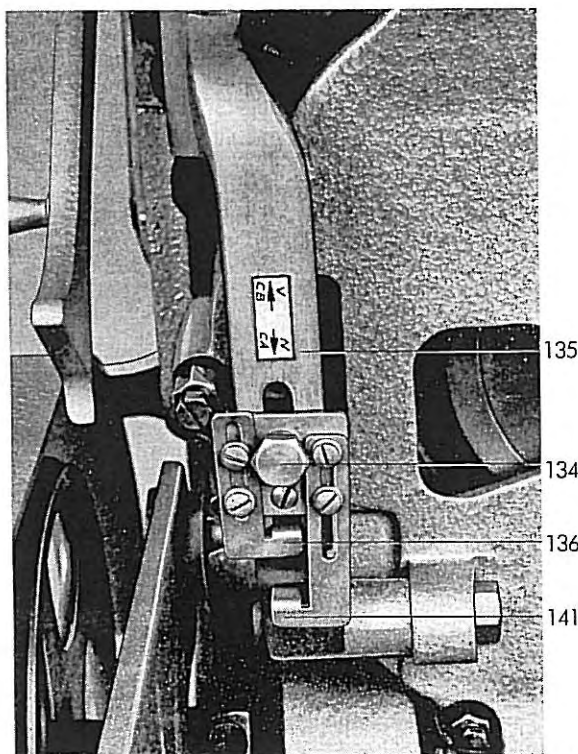

Abb. 33
2. Schraube 134 (Abb. 33) lösen und die Verlängerung 135 am Klammerschließhebel so weit in Pfeilrichtung $\leftarrow \frac{V}{CB}$ schieben, bis sie am Anschlag 136 anliegt. Schraube 134 wieder fest anziehen.
2. Schraube 134 (Abb. 33) lösen und die Verlängerung 135 am Klammer-schließhebel so weit in Pfeilrichtung $\frac{N}{CA} \rightarrow$ schieben, bis sie am Anschlag 151 anliegt. Schraube 134 wieder fest anziehen.